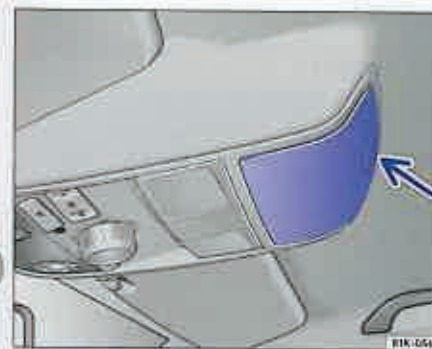

Fig. 82 Compartimentul (pentru ochelari) din consola plafonului.
– Pentru deschidere apăsați pe capac ⇒ fig. 82 (săgeata). Capacul se va deschide singur.